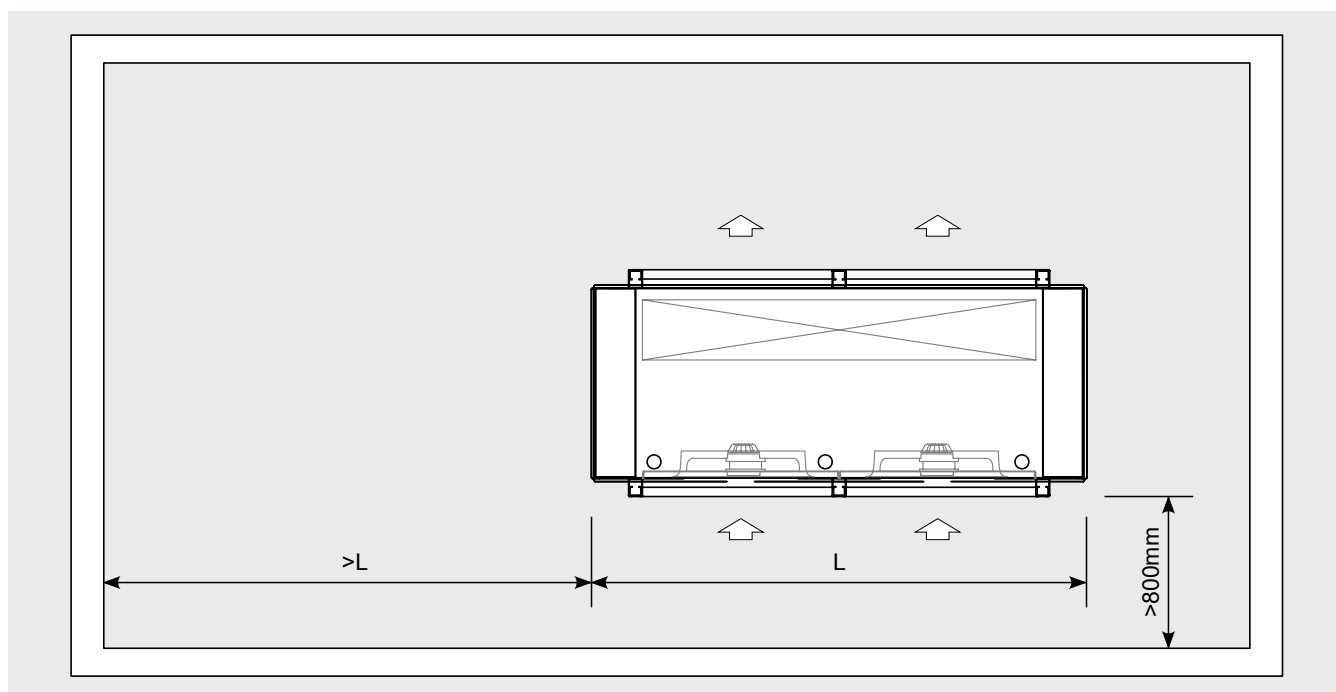
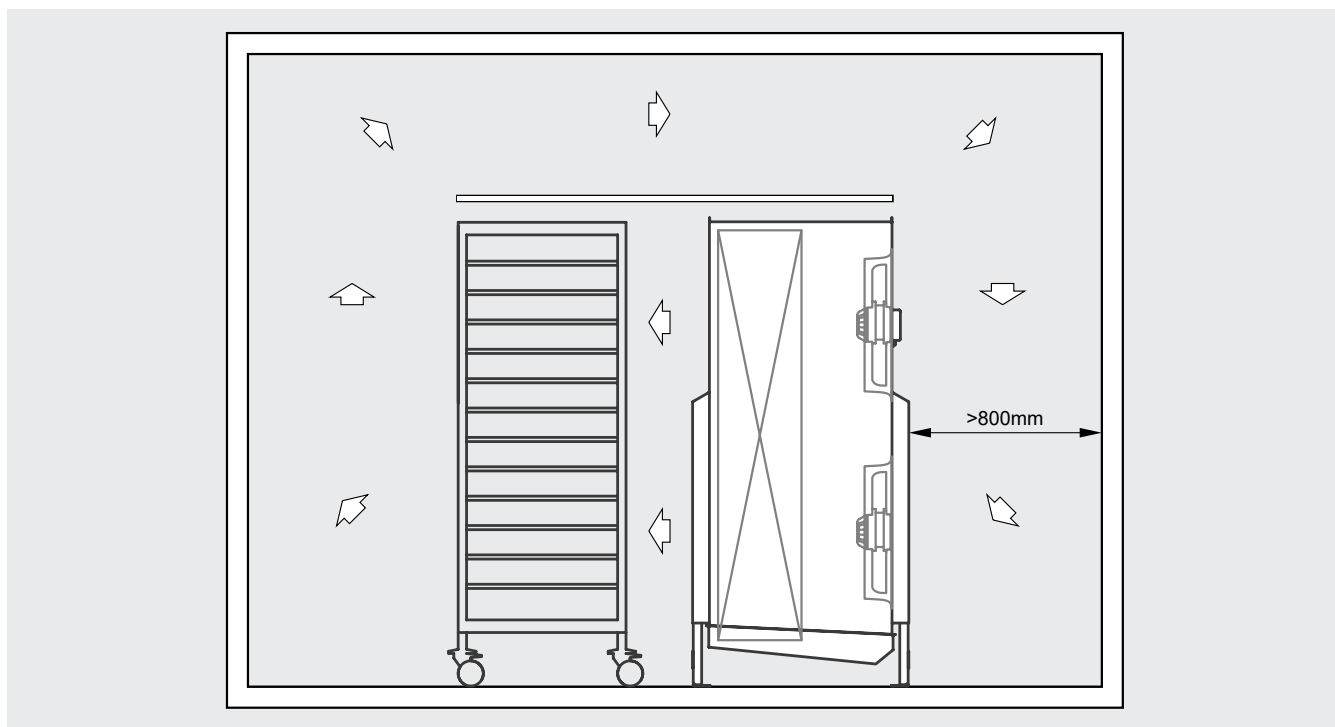

Figura 3
Figura 4
- 6.9 Assicurare un volume libero adeguato (circa il 30% del volume interno della cella) per una corretta circolazione dell'aria in aspirazione e scarico. Rispettare la distanza minima per togliere e inserire le resistenze. Vedi Figura 3 e Figura 4.